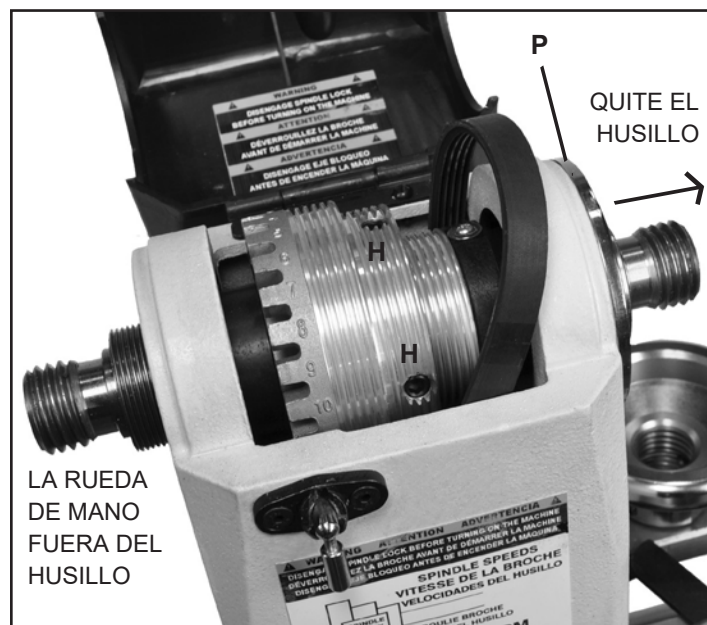

FIG. 14
7. Al lado opuesto interior del cabezal fijo, desatornille los 3 Tornillos de cabeza hexagonal (#20B) con una llave hexagonal de 3mm para quitar la Placa rodamiento extremo (#19B). FIG. 14, P.
8. Quite y afloje los Tornillos prisioneros (FIG. 14, H) que fijan la Polea del husillo (#7B) al husillo. La polea debe quedar suelta en el husillo. **NOTA:** Hay dos (2) tornillos prisioneros, uno encima del otro, en cada uno de los dos (2) orificios roscados. Este apilamiento evita que los tornillos prisioneros se aflojen durante el uso.